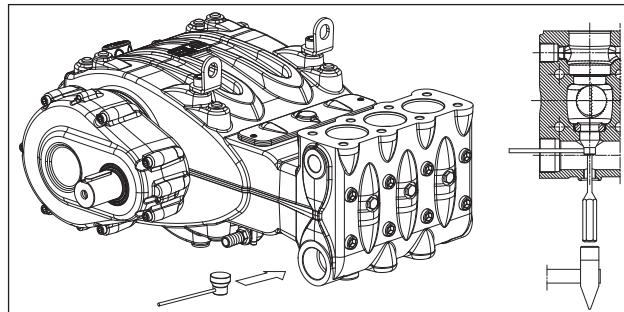

Рис. 104
Если блок всасывающего клапана вынимается с трудом (например, из-за накипи, вызванной длительным простое насоса), используйте съемник арт. 27516200 (поз. ①, Рис. 104) и действуйте согласно указаниям.